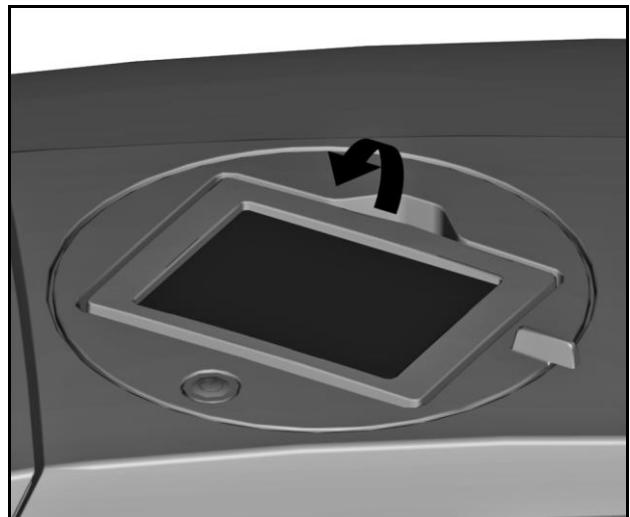

Figura 11 Touch panel abbassato
- 1 Sollevare il touch panel fino alla posizione desiderata (vedere "Figura 11 Touch panel abbassato").